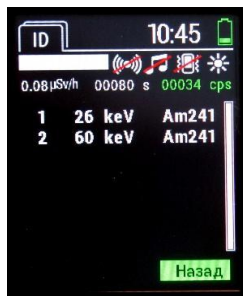

Рисунок 17 – Перегляд ідентифікованих піків
- перегляд ідентифікованих піків. Якщо кількість ідентифікованих піків буде зовеликою для одночасного відображення у полі, то для переходу вниз списку і їх перегляду необхідно перемістити джойстик приладу вниз достатню кількість разів (рис. 17). Піки відображаються у такому форматі: